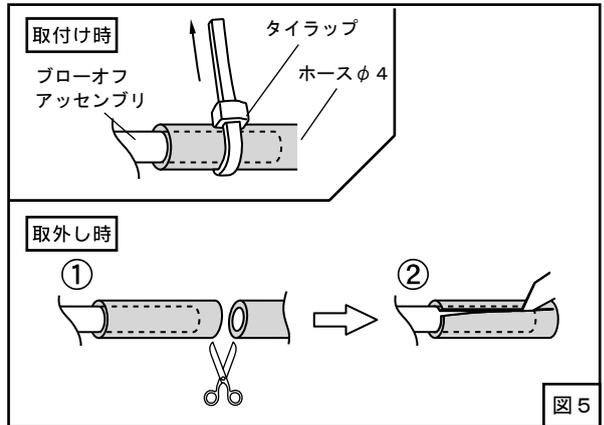

図5
- (7) ブローオフアセンブリのニップル部に取付けたホースφ4をタイラップ（小）で縛り、固定してください。（図4、図5）
ブローオフアセンブリを取外す時など、ホースφ4をブローオフアセンブリから抜く際は、タイラップを外した後、一度ホースφ4を切断し切り込みを入れてから取外してください。（図5）